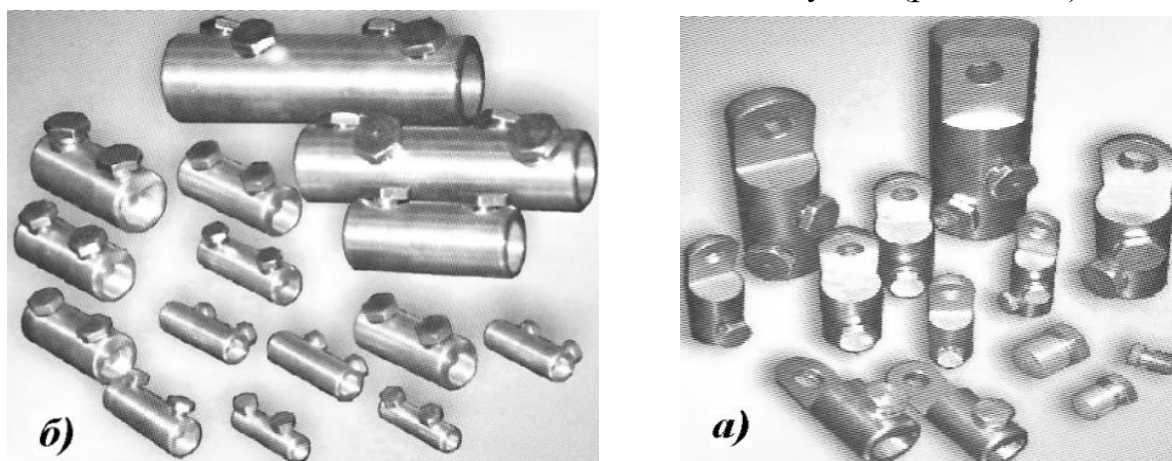

Рис.1.4.12. Кабельні болтові наконечники – а і кабельні болтові з'єднувачі – б.
**З'єднання і окінцювання жил болтовими наконечниками і з'єднувачами.** Даний спосіб являється найбільш технологічним, - він не потребує джерел тепла і спеціального інстру- менту, значно скорочує технологічний час і при цьому відсутній тепловий вплив на ізоляцію. Для окінцювання і з'єднання жил кабелів використовують кабельні болтові наконечники і кабельні болтові з'єднувачі (рис.1.4.12).